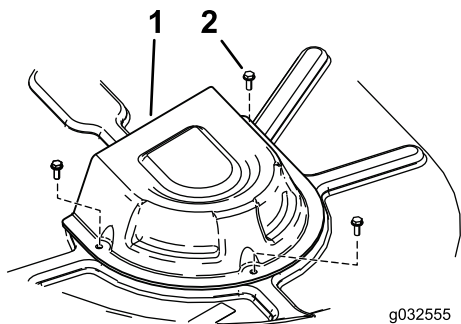

Figure 63
4. Déposez les couvercles de poulie (Figure 63).
8. Reposez les couvercles de poulie (Figure 63).